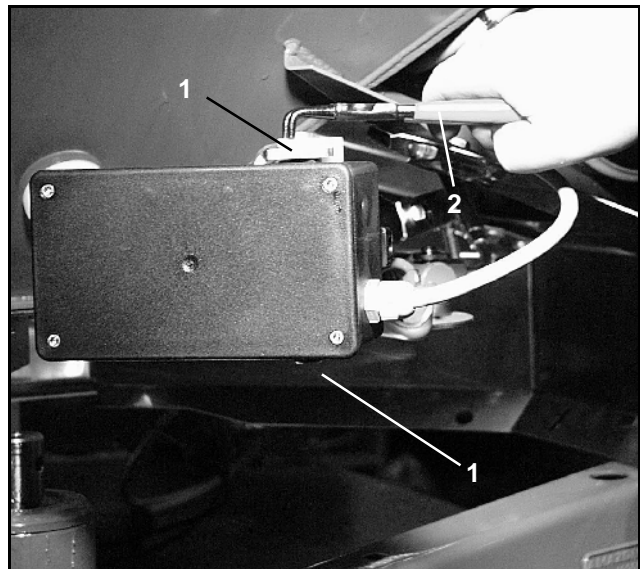

Fig. 5
- Quitar ambas horquillas de seguridad (Fig. 5/1) con tenaza de anillo fijador (Fig. 5/2).